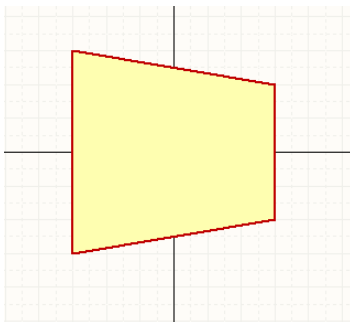

图 5.6 绘制的等腰梯形
(11)分别在工作区内坐标为(60, 40)、(-60, 60)、(-60, -60)和(60, -40)的四个点上单击鼠标左键,绘制如图 5.6 所示的等腰梯形,然后单击鼠标右键结束多边形的绘制。